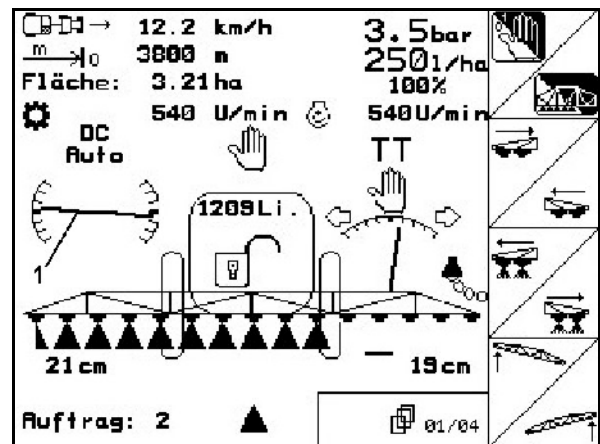

Рис. 72
- На дисплее символ регулировки наклона (Рис. 72/1) показывает выбранный наклон штанг опрыскивателя. Здесь поднята левая сторона штанг опрыскивателя.